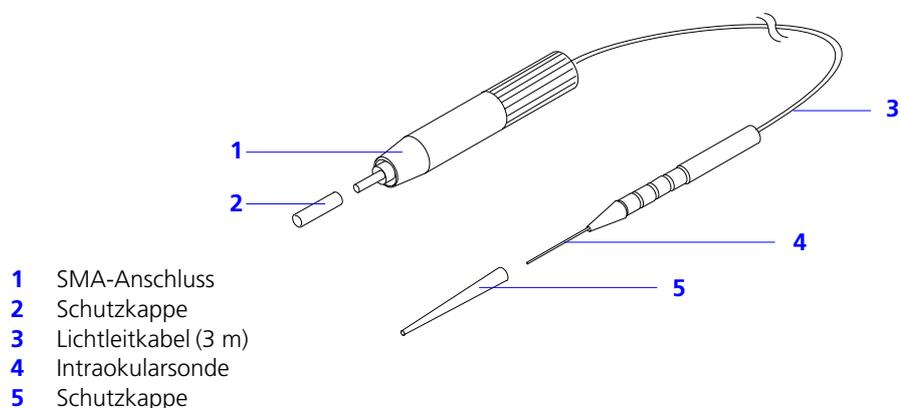

Abb. 36 Intraokularsonde
Jede Intraokularsonde wird in einer sterilen Verpackung geliefert. Die Sonde besteht aus den in Abb. 36 dargestellten Teilen.
- Ziehen Sie die Schutzkappe (**2**, Abb. 36) vom Lichtleiteradapter ab.
- Schrauben Sie den SMA-Anschluss (**1**, Abb. 36) in den Lichtleiter-Anschluss der Konsole (**6**, Abb. 14) ein.